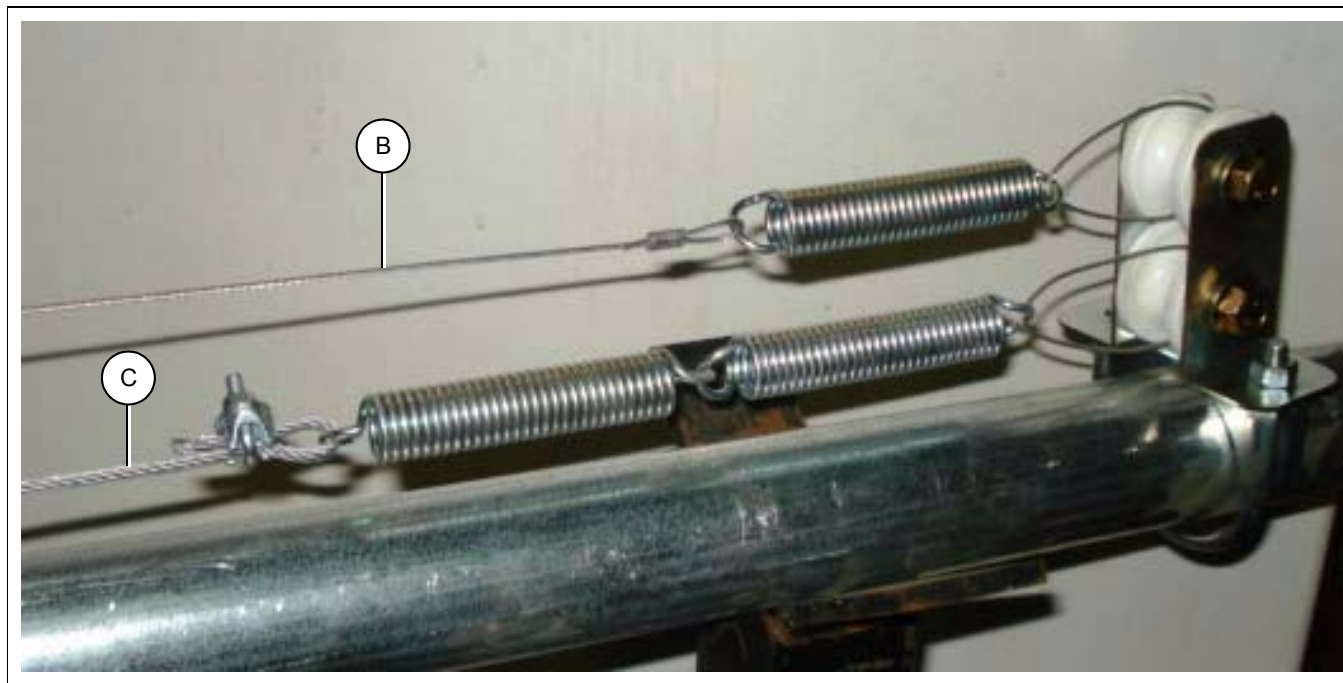

Рисунок 5W
3. Установите трос ворота (C) под проводом электрошокера (B), как показано на Рисунок 5W. Обязательно используйте две (2) пружины для надлежащего растяжения во время использования системы ворота.